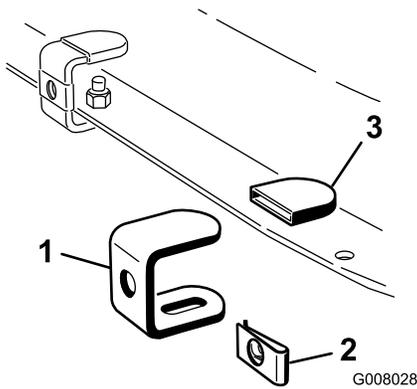

Figure 5
1. Assemblez cinq supports comme illustré (Figure 5) au moyen de cinq jeux de capuchons en caoutchouc, d'écrous et de supports.